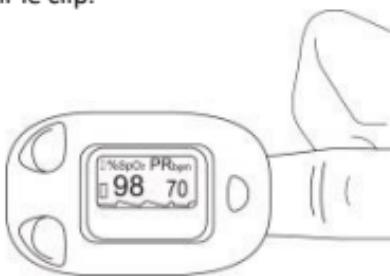

Figure 5 Position de doigt
- 3) Insérez votre doigt dans le canal en plastique (le doigt est complètement étiré), puis relâchez le clip, comme montre à la figure 5.